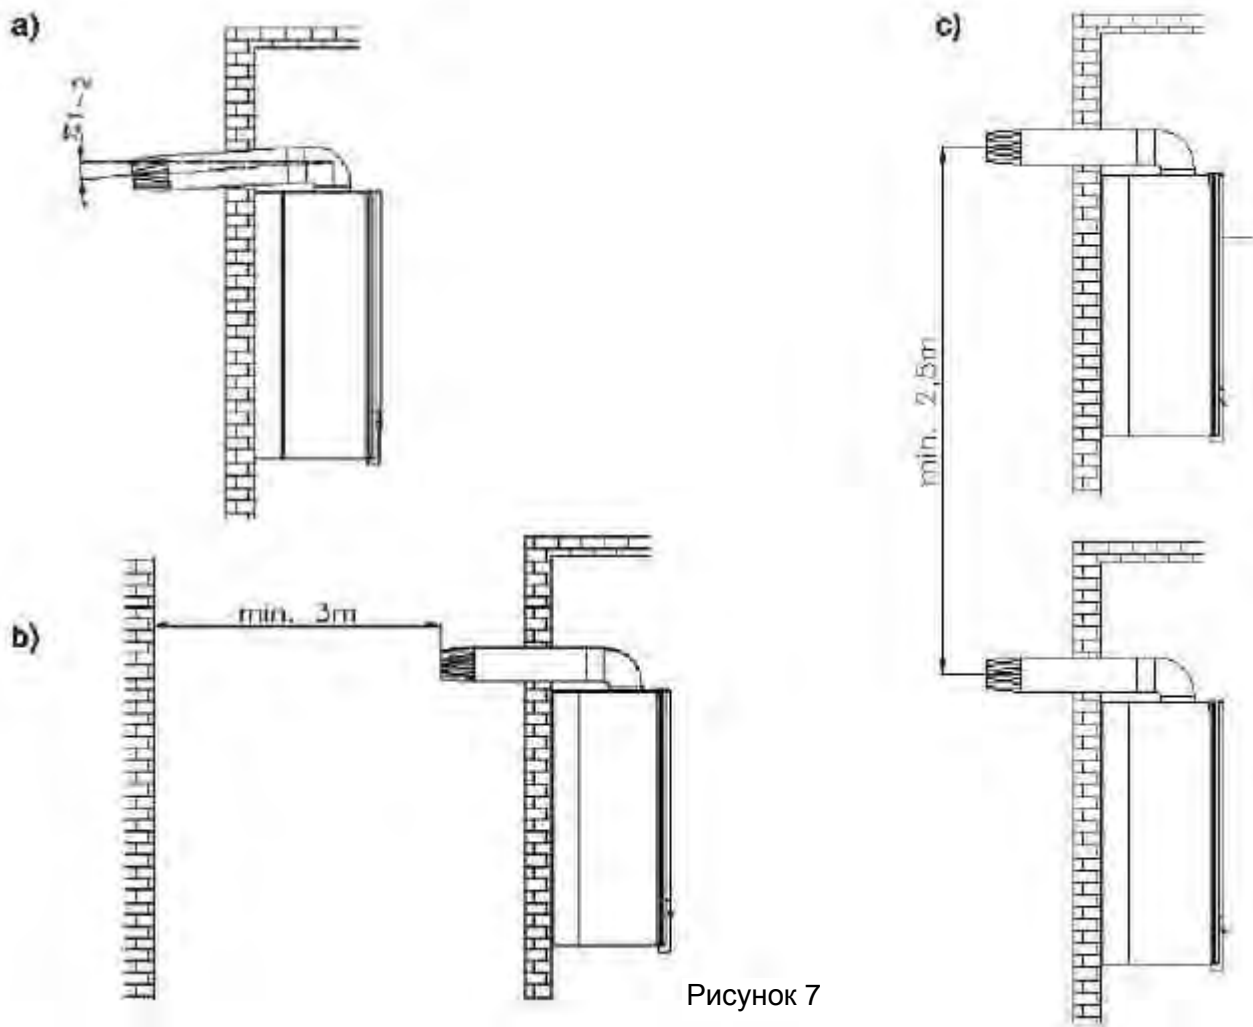

Рисунок 7
- При использовании приборов типа С на дымоотводную трубу необходимо прикрепить горизонтальные выходные концы с уклоном %1-2 вниз, чтобы избежать попадания дождевой воды и т.д. (Рисунок 7а).
- Расстояние между концом выхода выхлопных газов и зданием напротив должно быть минимум 3 метра (Рисунок 7б).
- Расстояние от конца выходы вытяжки оборудования типа С прямо вверх должно быть минимум 2.5 метра. Кроме того, концы выходов выхлопных газов должны находиться под окном на расстоянии 30 см (Рис. 7с).